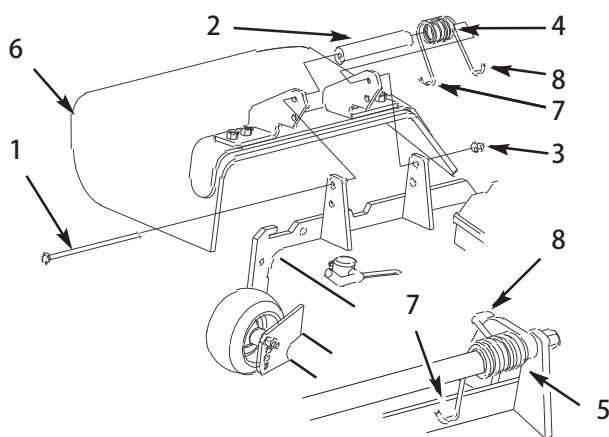

図 39
2. デフレクタをピボット・ブラケットに固定しているロックナット、ボルト、スプリング、スペーサを外す（図39）。デフレクタを取り外す。
3. デフレクタのブラケットの間にスペーサとスプリングを入れる（図39）。スプリングの左側のフックを、デッキのエッジに引っ掛ける。
注：ボルトを取り付ける前に、スプリングの J フックが図39のようにデッキのエッジに取り付けられていることを確認してください。
4. ボルトとナットを取り付ける。スプリングの右側の J フックの端を、デフレクタに引っ掛ける（図39）。